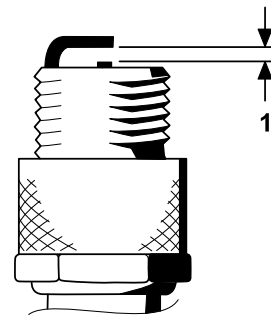

Figura 34
4. Ajuste a folga existente entre a zona central e lateral do eléctrodo para 0,76 mm, como se mostra na Figura 34.